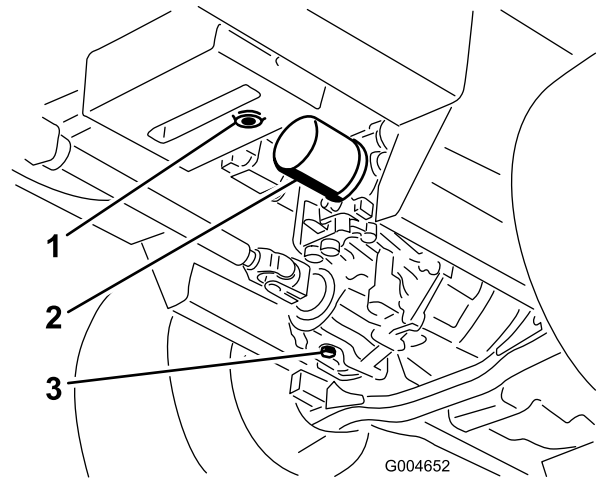

Bild 61
3. Stellen Sie eine große Wanne unter den Hydraulikbehälter und das Getriebe und nehmen Sie die Schrauben ab. Lassen Sie die Hydraulikflüssigkeit ablaufen (Bild 61).
4. Reinigen Sie den Bereich um den Hydraulikölfilter und nehmen Sie den Filter ab (Bild 61).